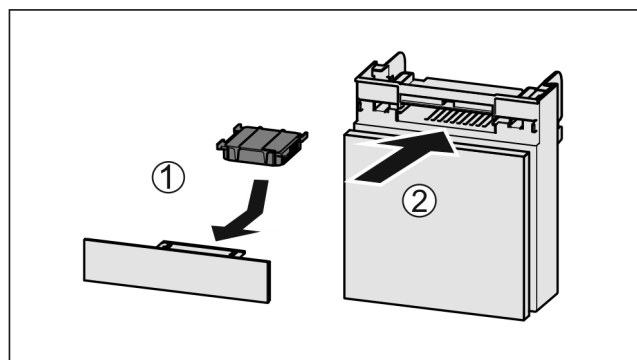

Fig. 246
- ▶ Helyezze be Fig. 246 (1) az aktívszén-szűrőt az ábrán látható módon.
- ▶ Tolja be Fig. 246 (2) a rekeszt.